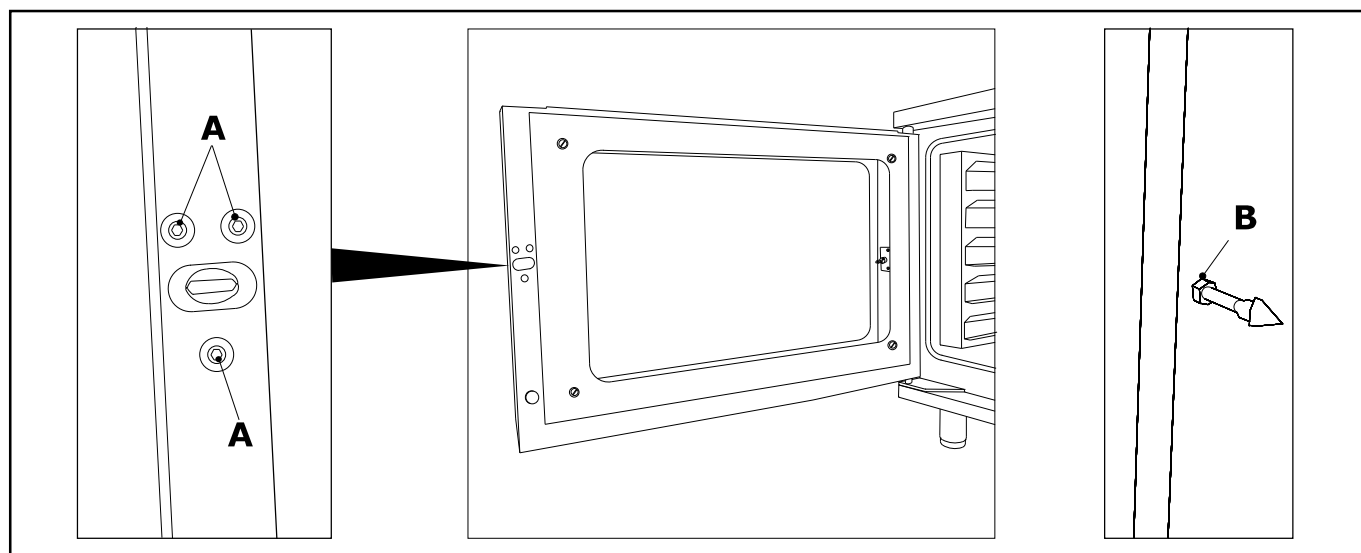

fig. 11
- 2) Desenroscar los tornillos (A - fig. 11).
- 4) Si fuera necesario, girar la tuerca (B - fig. 11) del gancho en sentido horario o antihorario para regular el cierre correcto de la manilla, teniendo cuidado de orientar correctamente la punta del gancho.